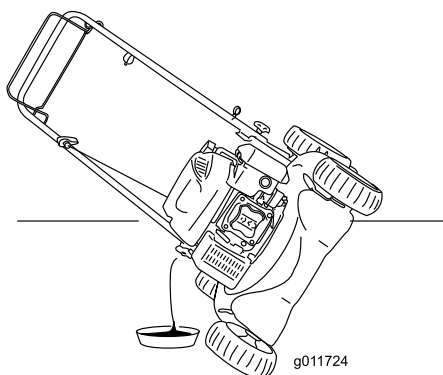

Figura 27
5. Coloque la máquina de lado con la varilla de aceite hacia abajo para drenar el aceite usado a través del tubo de llenado de aceite (Figura 27).